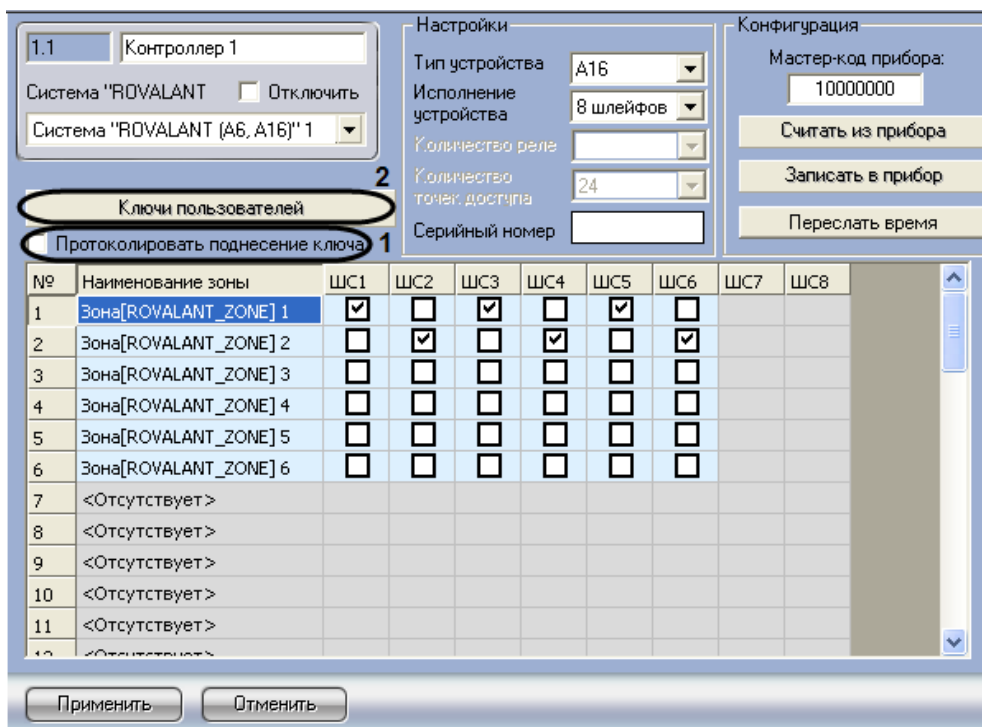

Рис. 3.3—9 Задание ключей пользователя
1. Перейти на панель настроек объекта **Контроллер** (Рис. 3.3—9).
2. Установить флажок **Протолировать поднесение ключа**, если необходимо отображать в протоколе событий случаи предъявления идентификатора доступа (см. Рис. 3.3—9, 1).